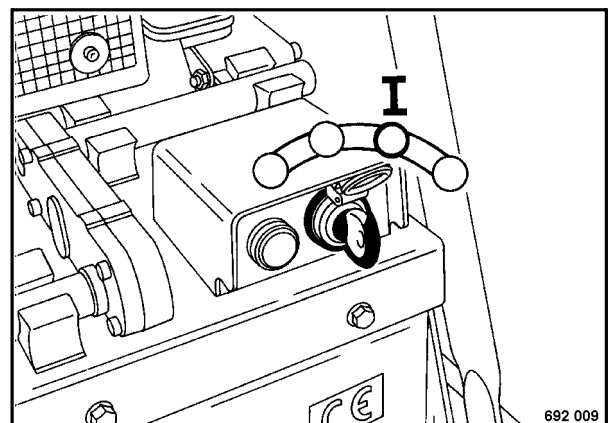

Fig. 1
- Con una máquina provista de un dispositivo de arranque eléctrico debe girarse el interruptor de encendido y arranque en posición "I" (Fig. 1).